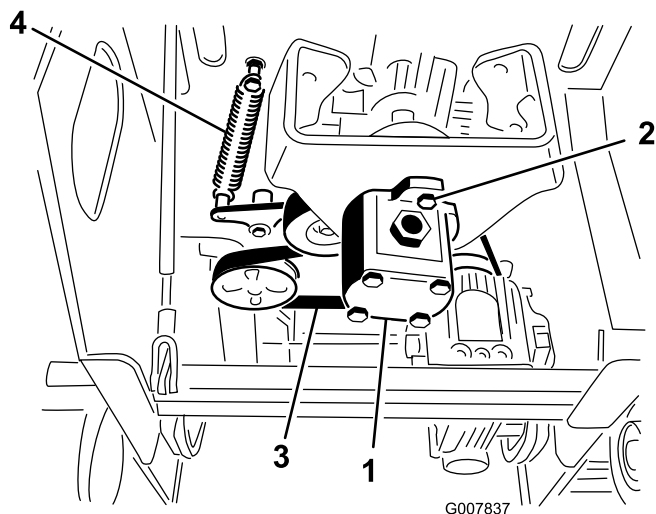

Figura 52
5. Allentate i due bulloni della pompa (Figura 52).
6. Ruotate la pompa in senso antiorario e lasciatela uscire dalla puleggia (Figura 52). Controllate che la stella dell'accoppiatore si abbassi con la pompa.
7. Servendovi di un tiramolle (contattate il vostro Centro Assistenza Autorizzato) o di un gancio metallico rigido, tirate l'estremità della molla della puleggia tendicinghia per allentare la tensione sulla cinghia (Figura 52).